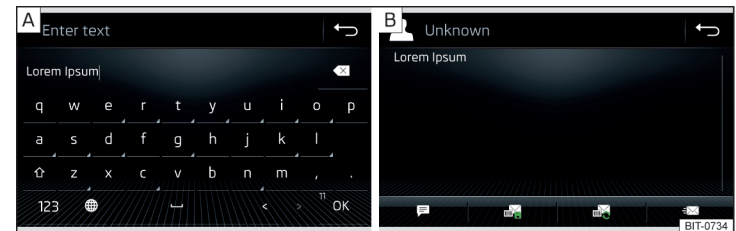

Abb. 206 Erstellung einer Textmitteilung / Ansicht einer Textmitteilung
- › Eine Mitteilung schreiben und die Funktionsfläche **OK** » Abb. 206 - **[A]** antippen, es wird eine Ansicht der Textmitteilung angezeigt » Abb. 206 - **[B]**.
Während der Erstellung der Mitteilung wird in der Funktionsfläche **OK** die Anzahl der eingegebenen Zeichen angezeigt » Abb. 206 - **[A]**.
Nachdem die Ansicht der Mitteilung geöffnet worden ist » Abb. 206 - **[B]**, können folgende Funktionen ausgeführt werden.